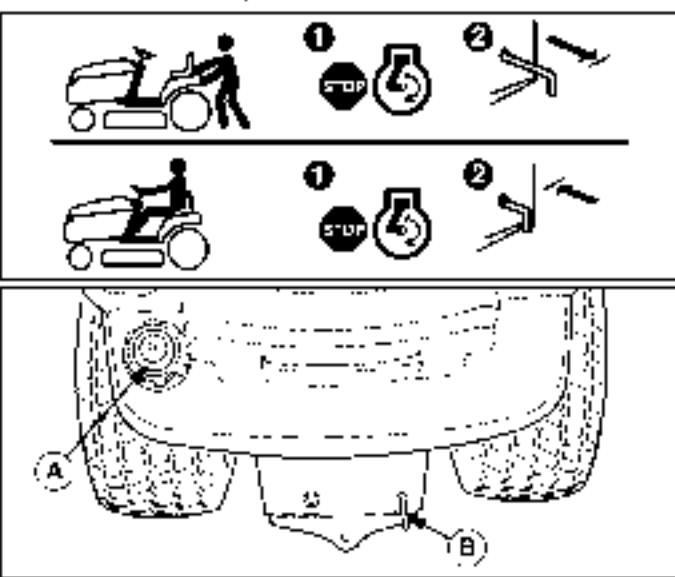

Figura 5. Palanca de liberación de la transmisión y tanque de combustible
1. Retire la tapa para el combustible (A, Figura 5).
2. Tire del lanzamiento de la transmisión (B. Figura 5) cuadro parte posterior aproximadamente 6,4 cm a la cerradura en la posición lanzada.